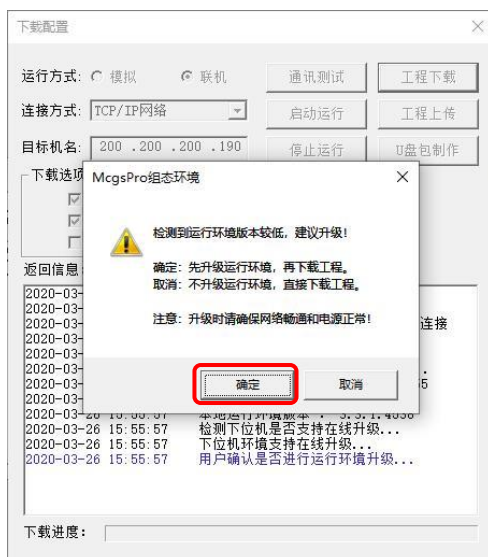

图 2.6-2 网线更新运行环境
- ① 按照章节 2.5.4 中网线下载工程操作方法，用网线连接电脑与 TPC，进行工程下载；
- ② 当组态环境版本高于 TPC 运行环境版本，系统自动弹出图 2.6-2 所示的运行环境升级确认框，点击【确定】，自动将触摸屏运行环境升级后再下载工程；点击【取消】不升级运行环境，直接下载工程。